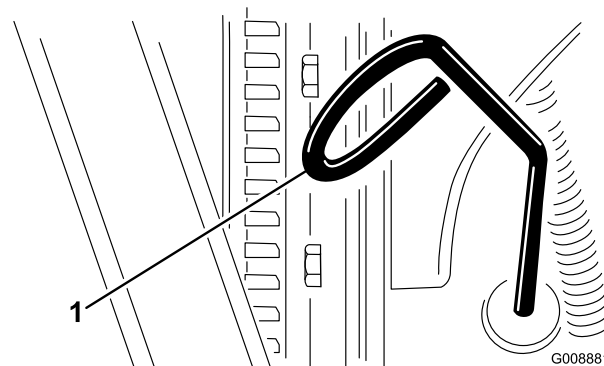

Figura 24
2. Togliete l'asta di livello ed asciugatela con un panno pulito (Figura 24).